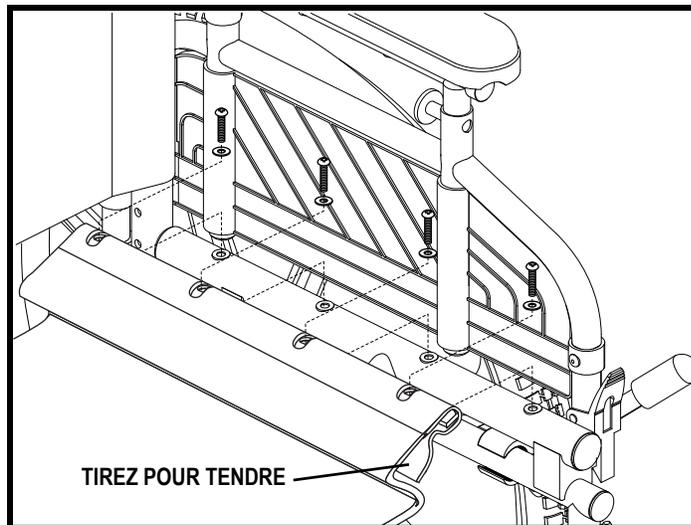

Figure 27. Réglage de la tension du siège
1. Desserrez les vis qui attachent le longeron sur le coté gauche (coté avec bande de velcro). **Voir la figure 27.**